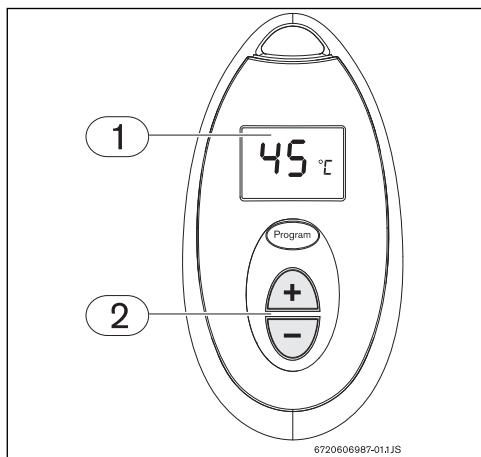

Fig. 20 Regulación de la temperatura
- Presione las teclas o del mando a distancia (Fig. 20 , [pos. 2]) hasta que figure la temperatura deseada en la pantalla del mando a distancia (Fig. 20, [pos. 1]).